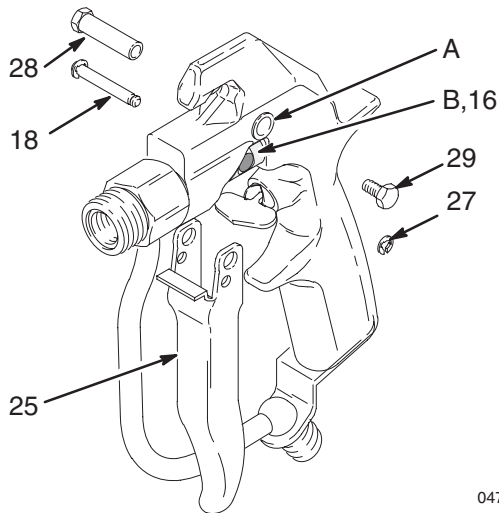

Fig. 20
8. Placer la gâchette (25) sur le corps du pistolet. Insérer l'axe de pivotement (28) dans le trou supérieur (A) et la fixer à l'aide de la vis (29) sur le côté opposé. Placer un circlip (27) sur l'une des extrémités de la goupille de la gâchette (18). Faire coulisser la goupille dans les trous inférieurs de la gâchette et dans la fente (B) du guide du ressort (16) (faire pivoter le guide du ressort pour l'aligner, si nécessaire). Monter l'autre circlip (27). Voir Fig. 20.